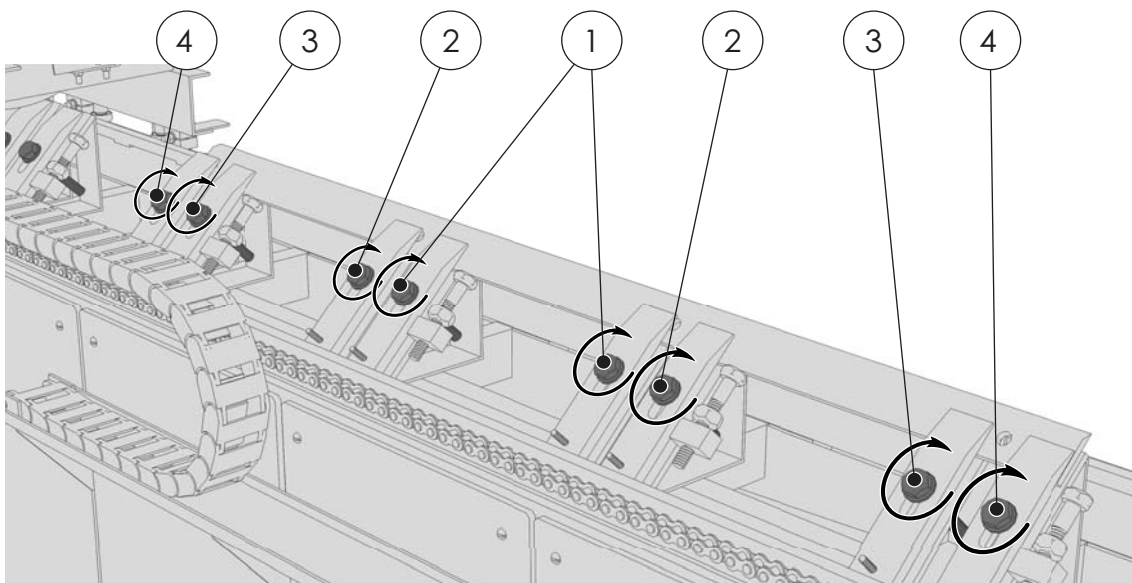

Рис. 14. Порядок крепления ножа
4. Окончательно зафиксировать нож, закручивая оставшиеся болты зажимов в направлении от центра к периферии (Рис. 14) с усилием в пределах 1.7 - 2 Н/м.